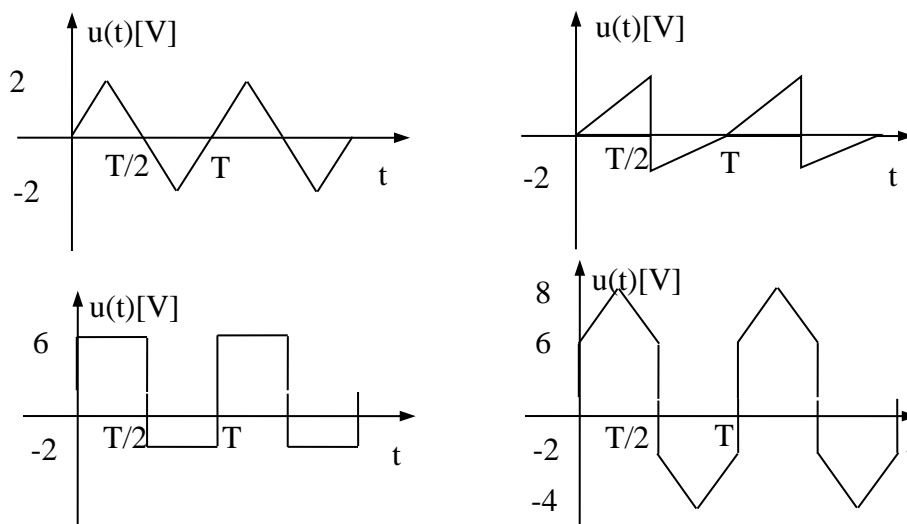

Figura 6: Semnale în domeniul timp
2. Să se calculeze tensiunea medie absolută și tensiunea efectivă pentru semnale din figura 6 (se vor detalia calculele efectuate):